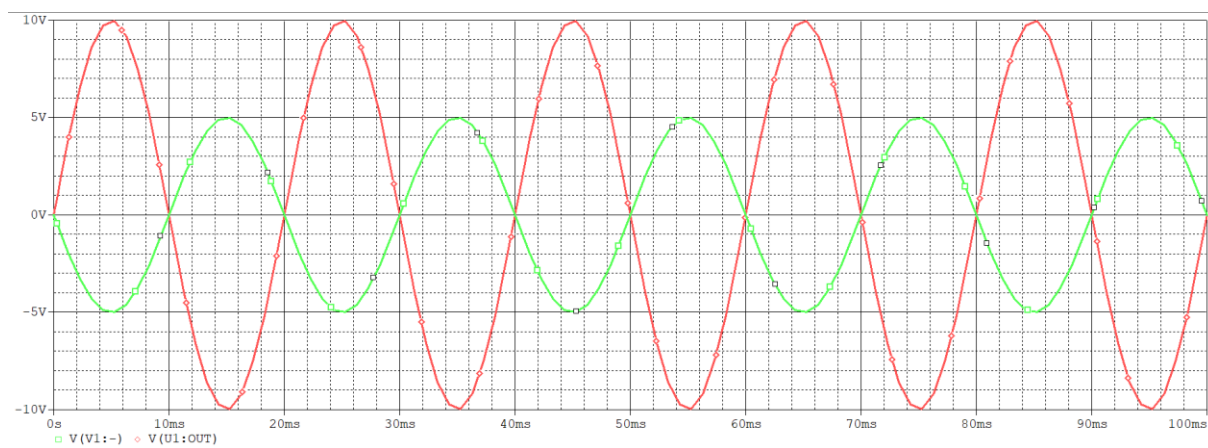

图 6 改变电路参数后仿真结果
继续实验，改变反馈电阻的阻值，观察输出波形见图 6，验证其结果，同样满足式 (2) 的计算。